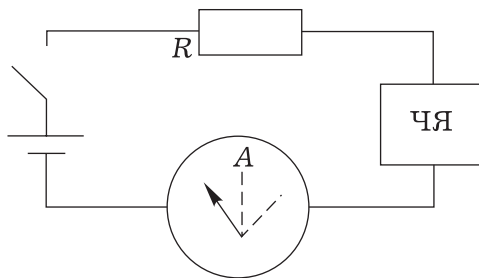

Рис. 12
3. На данном этапе понадобится стрелочный амперметр (или гальванометр с небольшим сопротивлением). Поочерёдно подключая ЧЯ через разные пары клемм к источнику тока согласно схеме на рис. 12 и замыкая ключ, нужно следить за его показаниями. Если при замыкании ключа